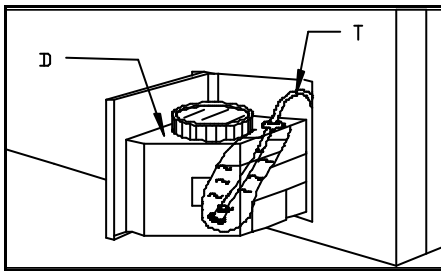

Fig. 11
- Controle y mantenga el nivel de abrillantador en el deposito (D) (Fig. 11) y el tubo (T) con su filtro sumergido.